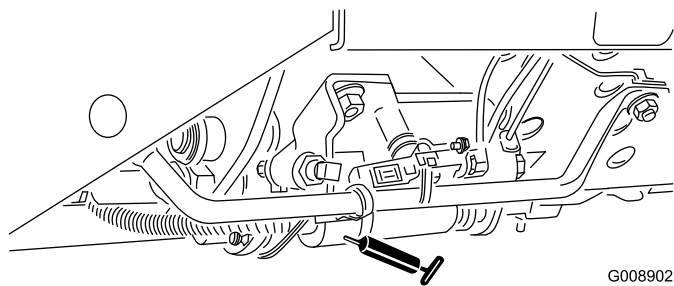

Рисунок 46
- Движок режима скашивания/транспортировки (Рисунок 46)